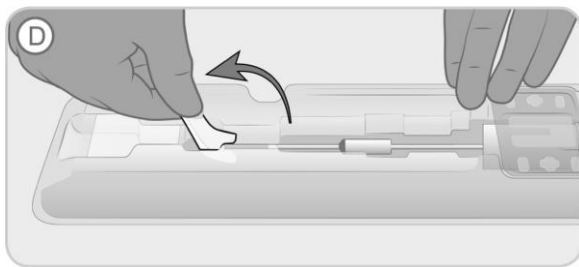

Figure 5. Basculer le levier évasé pour détacher le dispositif du plateau.
- D. Basculer le levier d'embout évasé en position verticale pour libérer le dispositif de mise en place de l'embout évasé de chargement (indiqué par la lettre « D » sur le plateau), Figure 5.